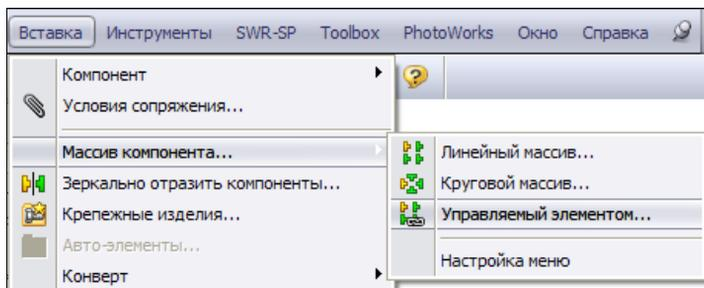

Рис. 6.61
39. Поместим винт, гайку и шайбу в остальные отверстия корпуса. В связи с тем что другие три отверстия в корпусе редуктора были получены как линейный массив, ускорим процедуру сборки, используя возможности SolidWorks 2011. Активизируем команду меню: **Вставка | Массив компонента... |  Управляемый элементом...** (рис. 6.61).